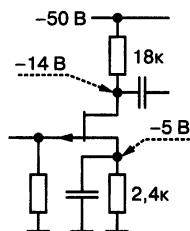

**Рис. 10.16.** *Неправильно: диод, возможно, лишь ограничит ток пробоя (а); с резистором — обеспечена защита перехода (б); допустимо и так (в)*
**РАДИОЛЮБИТЕЛЬ:** *Здесь автор как раз защитил эмиттерный переход от пробоя при запирающем импульсе большой амплитуды (рис. 10.16, а).*
Добавление резистора (рис. 10.16, б) обеспечит не только действительную защиту перехода, но и повышение быстродействия ключа. Эффективно и параллельное включение защитного диода (рис. 10.16, в).